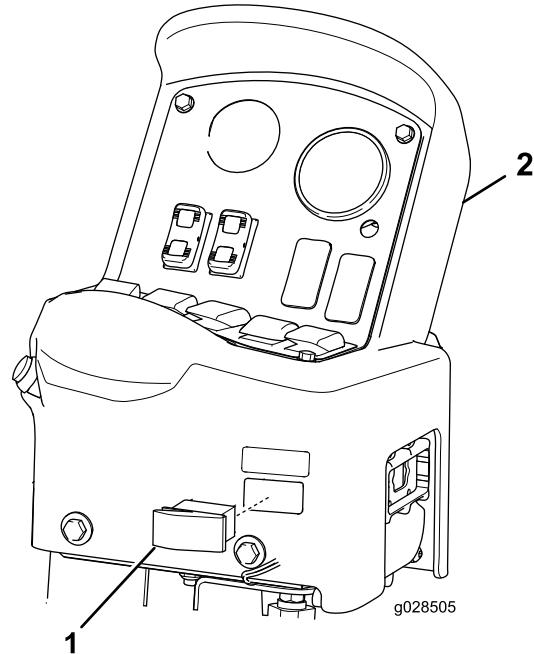

Figura 11
1. Retire o interruptor de chave da face direita inferior da consola de controlo (Figura 11).
3. Instale o interruptor oscilante na abertura na consola de controlo (Figura 11) até o interruptor ficar posicionado no lugar.